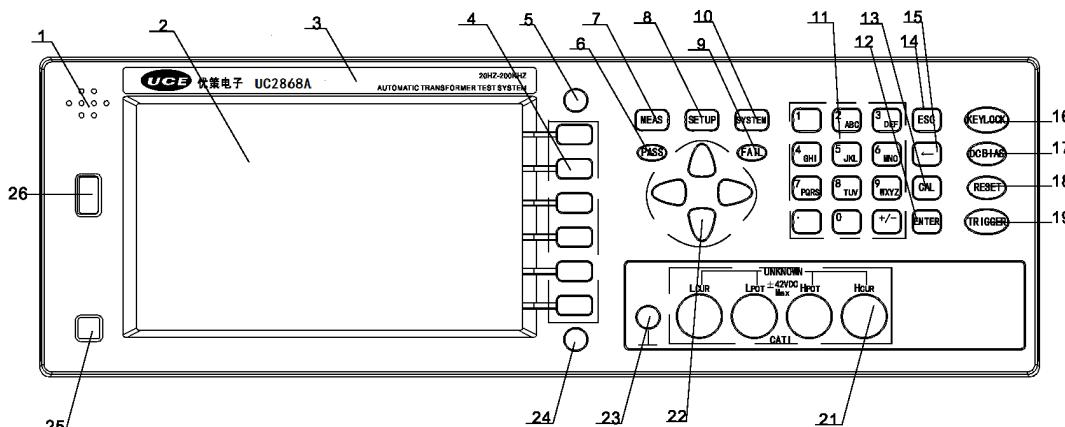

图 2-1. 前面板说明
- (1) 前面板蜂鸣器口：蜂鸣器副声发音口。
- (2) LCD 液晶显示屏：800×480TFT 显示屏，显示测量结果，测量条件等。
- (3) 商标及型号：仪器商标及型号。图 2-1 显示的是 UC2819A 仪器型号。
- (4) 软键区：6 个软键用于选择功能或参数，其左侧对应显示具体功能参数；且不同页面软键定义有所不同。
- (5) FILE 键：选择文件管理页面。
- (6) PASS 合格指示灯：比较功能打开时，测试结果合格时该灯亮。
- (7) [MEAS]菜单键：按键进入“元件测量显示”页面。
- (8) [SETUP]菜单键：按键进入“测量设置”页面。
- (9) FAIL 不合格指示灯：比较功能打开时，测试结果不合格时该灯亮。
- (10) [SYSTEM]菜单键：按键进入“系统设置”页面。
- (11) 数值键：用于输入数据。数值键由数字键[0]至[9]，小数点[.]和[+/-]键组成。也可配合软键输入字母。通过[ENTER]键确认输入。
- (12) [ENTER]键：输入数值时确认键。
- (13) [CAL]键：按键进入“用户校正”页面。